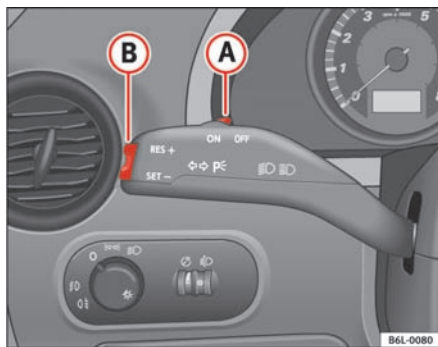

Fig. 103 Blink- og fjernlysarm: vippekontakt og kontakt til fartpilot
- Tryk på den øverste del **RES +** af vippeknappen ⇒ fig. 103 **B** for at indstille en højere hastighed. Bilen accelererer, så længe du holder vippekontakten inde. Når du slipper kontakten, bliver den nye hastighed gemt.
Hvis du reducerer hastigheden ved at træde på bremsepedalen, bliver fartpiloten deaktiveret. Du kan aktivere fartpiloten igen ved at trykke en enkelt gang på den øverste del af vippeknappen, **RES+** ⇒ fig. 103 **B**.